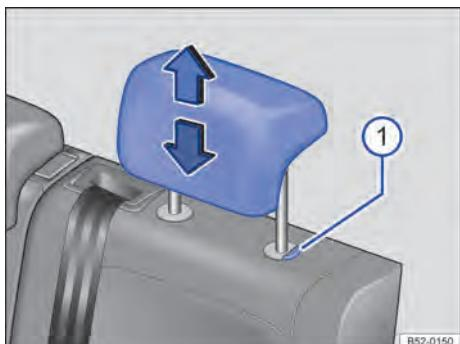

Fig. 70 Apoio para cabeça traseiros: ajustar.
- Deslocar o apoio para cabeça para cima ou para baixo na direção da seta com o botão → Fig. 70 ① pressionado →  em *Introdução ao tema* na página 84.